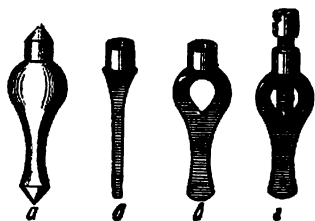

Рис. 28. Порядок изготовления хомутика
**Хомутики** (рис. 28) при отсутствии их в продаже часовщик может сделать сам. В зависимости от желаемого размера хомутика нужно взять кусок круглой стали, обточить его по форме (рис. 28. а), высверлить отверстие для винта, предварительно опилив заготовку хомутика, как указано на рис. 28, б. После того как отверстие винта обнаружится, внутреннюю часть хомутика следует расширить, придав ему вид сердечка (рис. 28, в), в шейке нарезать резьбу и изготовить винт (рис. 28, г). После закалки и отпуска хомутик подвергается шлифованию и полированию. При помощи этого несложного, но весьма удобного приспособления и центра с ролькой можно производить различные работы: точение оси баланса, заводного вала, винтов, тривов и других деталей.